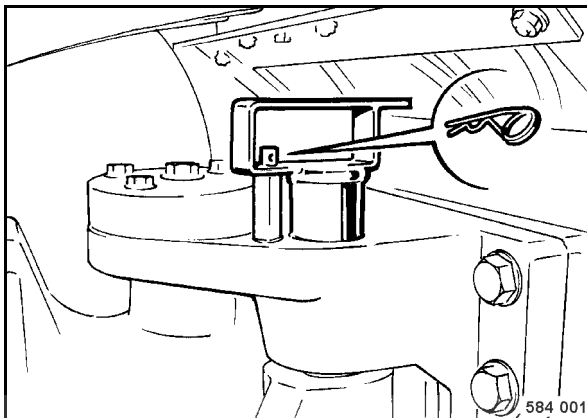

Fig. 113
- Retirer l'agrafe de sécurité (Fig. 113).